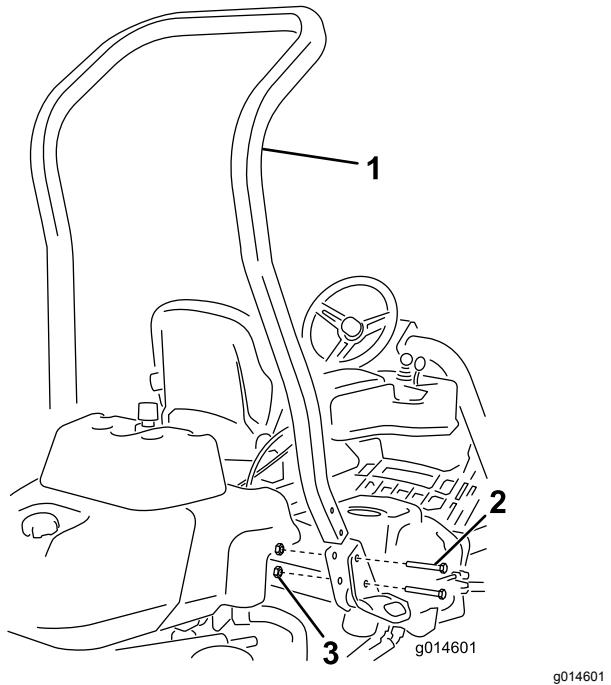

Bild 3
3. Befestigen Sie den Überrollbügel mit vier Schrauben ($\frac{1}{2}$ " x 3-3/4") und vier Bundmuttern ($\frac{1}{2}$ ") in den Aussparungen an jeder Seite der Maschine (Bild 3).